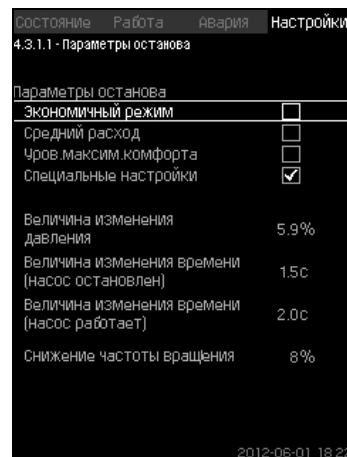

Рис. 71 Специальные настройки
3. Выберите один из параметров останова. При выборе "Специальные настройки", необходимо задать параметры, показанные на рис. 71. См. примеры ниже.